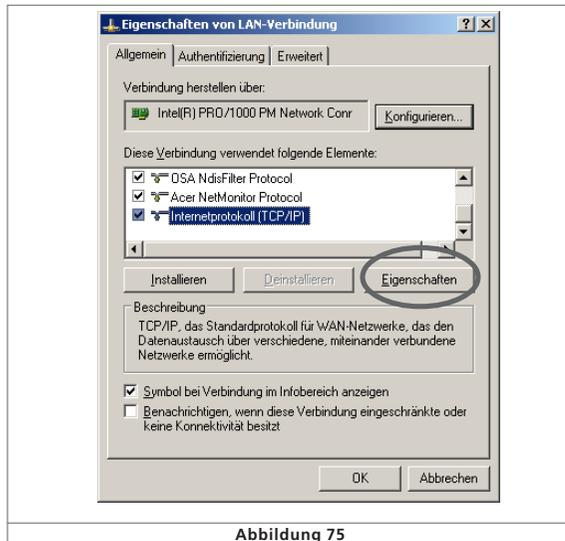

Abbildung 75
- Klicken Sie mit der Maus doppelt auf ihre Verbindung. Es öffnet sich folgendes Dialogfenster (Abb. 75).